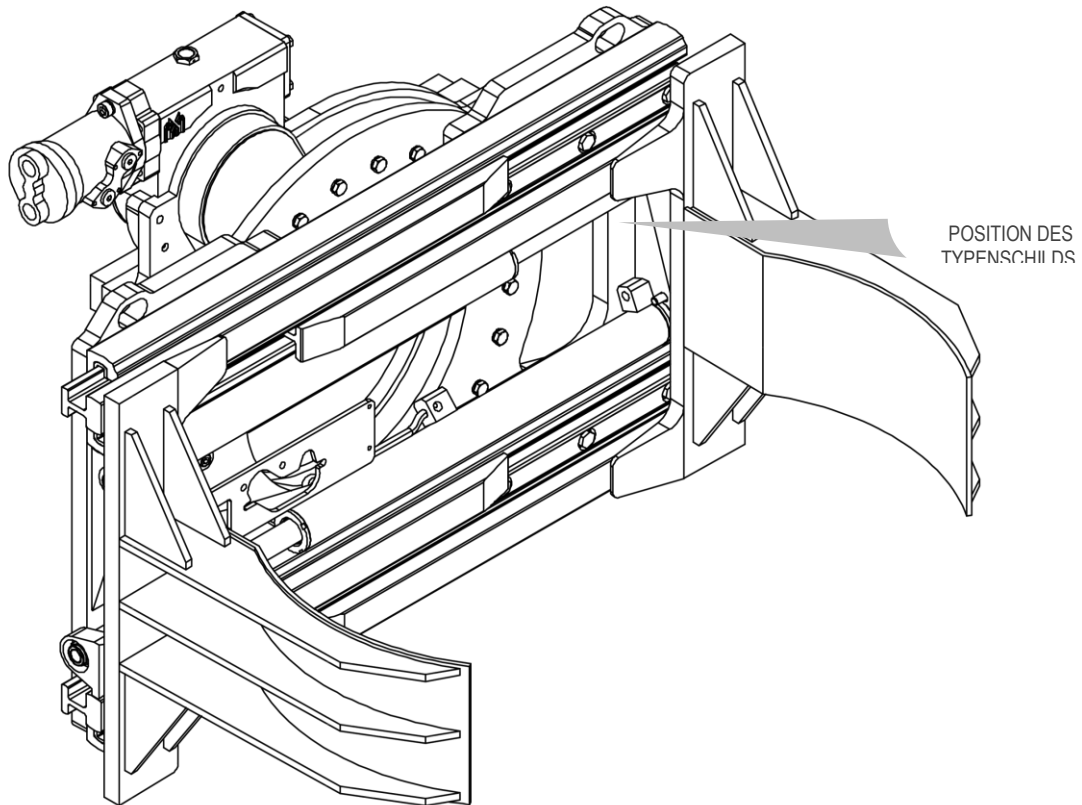

Abbildung 1
Alle Geräte A.T.I.B. - "DREHGREIFER 360° FÜR EINEN ODER ZWEI KIPPSTAPLER TYP 301.474.160 | FÜR ZWEI ODER VIER KIPPSTAPLER TYP 301.474.190" werden über das aufgeklebte Typenschild (siehe *Tabelle 1*) am Gerät identifiziert (die Position des Typenschild kann abhängig von dem Gerät variieren, siehe *Abbildung 1*). Achten Sie immer auf die Seriennummer.
5. Verwenden Sie für die Handhabung ausreichend starke Gurte oder Ketten für das auf dem Typenschild angegebene Gerätegewicht (siehe *Abbildung 1* und *Tabelle 1* auf Seite 6).
10. Schließen Sie den Hydraulikkreislauf an und versichern Sie sich, dass der Betriebsdruck der Leitungen höher oder gleich dem auf dem Typenschild angegebene ist (siehe *Abbildung 1* und die *Tabelle 1* auf Seite 6).
6. Verwenden Sie für die Handhabung ausreichend starke Gurte oder Ketten für das auf dem Typenschild angegebene Gerätegewicht (siehe *Abbildung 1* und *Tabelle 1* auf Seite 6).